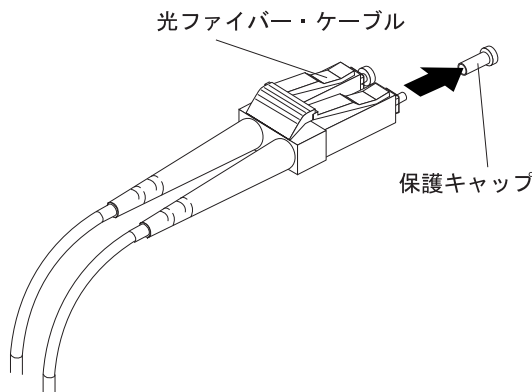

図 33. 光ファイバー・ケーブルの保護キャップの取り外し
3. 図 33 に示されているように、LC-LC ケーブルの一方の端から保護キャップを 2 つ取り外します。将来の利用のために、保護キャップを保管しておきます。